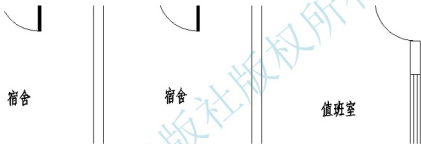

图 3.17 改变“宿舍”的文字样式
① 执行菜单栏中的【修改】|【特性匹配】命令，或单击【标准】工具栏上的  图标（快捷键 MA），启动【特性匹配】命令。
② 在**选择源对象**：提示下，单击选择“值班室”，此时光标变成“刷子”形状。
③ 在**选择目标对象或 [设置(S)]**：提示下，选择“宿舍”，则“宿舍”变成了仿宋体，如图 3.17 所示，按 Enter 键结束命令。